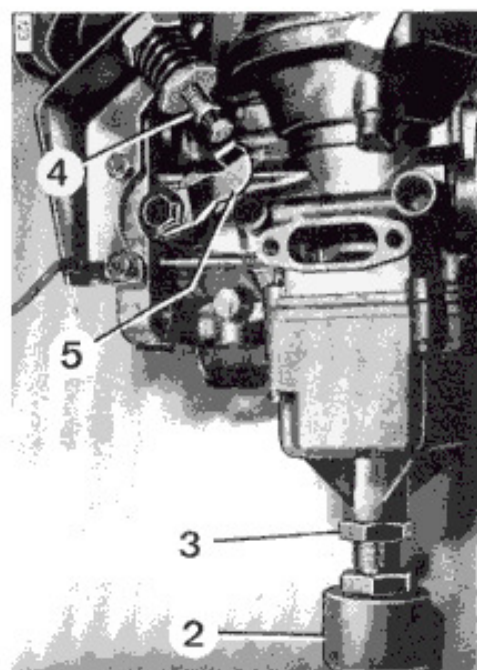

Рис. 2
- регулятор частоты оборотов (4) Рис. 2 на холостом ходу не прикасается к рычагу управления дроселем (5). (только для автомобилей с АКПП и(или) АС)